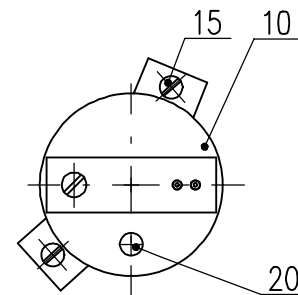

Рис.8
3.6 Настройка емкостного датчика (рис.8)